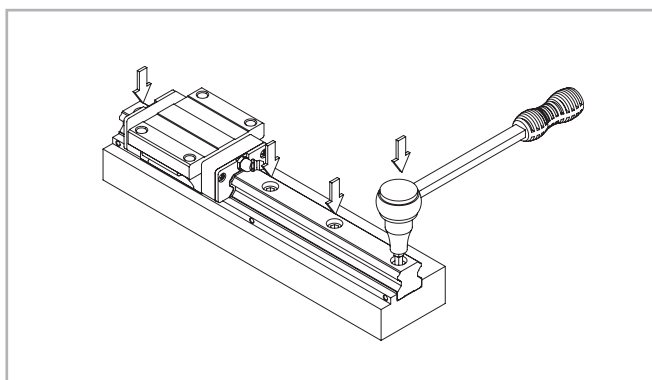

Fig. 57
(3) Aperte o parafuso de pressão no guia da guia até existir um contato estreito na superfície limitadora lateral (ver fig. 57).
Nota: Para uma maior precisão, aperte bem os parafusos de fixação da guia, um a um, avançando do centro para as extremidades (ver fig. 57).